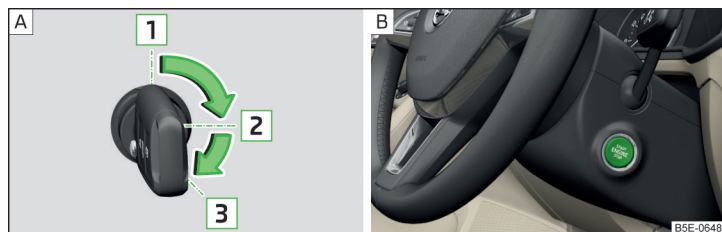

Fig. 132 Pozițiile cheii autovehiculului în butucul de contact / butonul de pornire
### Pozițiile cheii autovehiculului în butucul de contact » fig. 132 - A
- Apăsăți butonul » fig. 132 - B, contactul se cuplează/decuplează.
- La autovehicule cu **butuc de contact**, rotiți cheia în poziția **3** » fig. 132 la pagina 112 - A, are loc procedura de pornire. Apoi eliberați cheia, motorul pornește automat.
- La autovehicule cu **buton de pornire**, apăsați scurt butonul » fig. 132 la pagina 112 - B, motorul pornește automat.
- La autovehicule cu **butuc de contact**, rotiți cheia în poziția **1** » fig. 132 la pagina 112 - A.
- La autovehicule cu **buton de pornire**, apăsați butonul » fig. 132 la pagina 112 - B, motorul este oprit simultan cu decuplarea contactului.
➤ Mențineți apăsat butonul » **fig. 132 la pagina 112** - **B** sau apăsați-l de două ori în interval de 1 secundă.